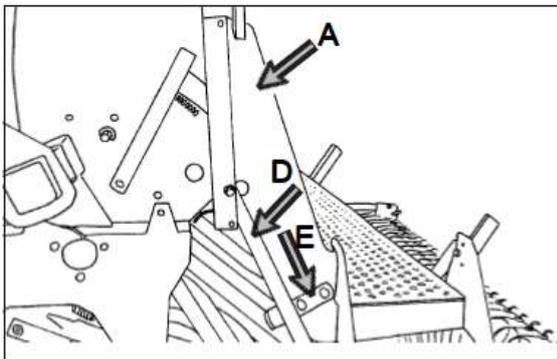

Abb. 18.
Montieren Sie auf der linken Seite der Drillmaschine: das neue mitgelieferte U-Profil (A) des Fine-Seed-Box-Feinsaatkastens. An der Drillmaschinenbühne befestigen Sie die Stufenhalterung (B), dann die Stufen (C), den Nacheggenarm (D) und den Tiefenanschlag (E). Siehe Abb. 18 und 19.